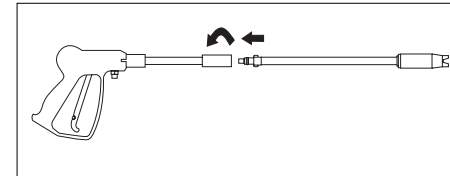

Figura 4 - Conexión de la pistola y lanza
1. Inserte la lanza en la pistola y gírela en el sentido de las agujas del reloj hasta que llegue a su tope, como se muestra en la figura 4.